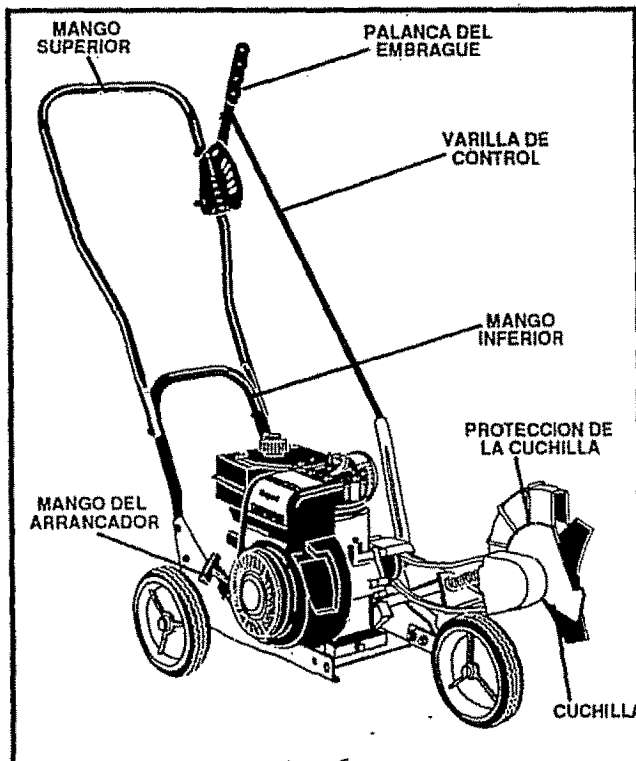

FIG. 1
- Adjunte la rueda delantera, según se muestra, en la parte exterior de la canteadora (vea la Fig. 1) con un perno con resalto de 3/8-16 x 1.390 pulgadas y una tuerca de cabeza hexagonal de 3/8-16 (que se encuentran en la bolsa con las partes).